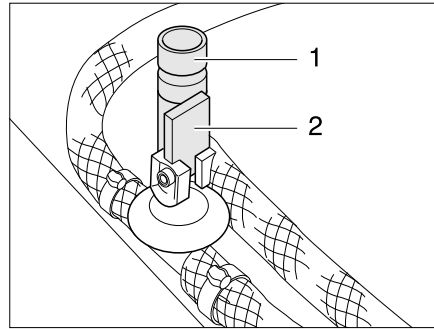

Fig. 120 Robinets de vidange pour chauffe-eau Truma
- Fermer tous les robinets de vidange pour chauffe-eau. Pour cela, mettre le levier à bascule (Fig. 120,2) à l'horizontale et faire tourner le capuchon (Fig. 120,1) dans le sens des aiguilles d'une montre.
- Ouvrir tous les robinets de vidange pour chauffe-eau. Pour ce faire, placer le levier à bascule (Fig. 120,2) à la verticale et faire tourner le capuchon (Fig. 120,1) dans le sens inverse des aiguilles d'une montre.